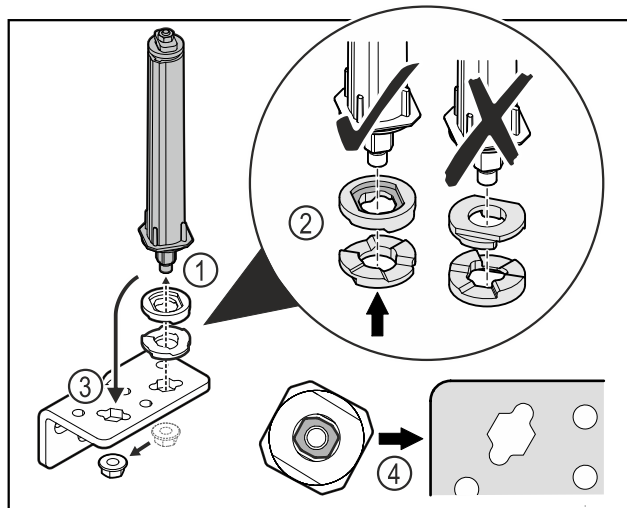

Fig. 36
- ▶ Lironi dado dhe hiqni sistemin e mbylljes së derës Fig. 36 (1).
- ▶ Bëni kujdes për orientimin e saktë të rondelave të rregullimit të lartësisë Fig. 36 (2).
- ▶ Ktheni sistemin e mbylljes së derës në profilin e menteshës në anën tjetër dhe shtrëngojeni atë me dado Fig. 36 (3).
- ▶ Gjatë vendosjes, bëni kujdes për orientimin e saktë të sistemit të mbylljes së derës Fig. 36 (4).